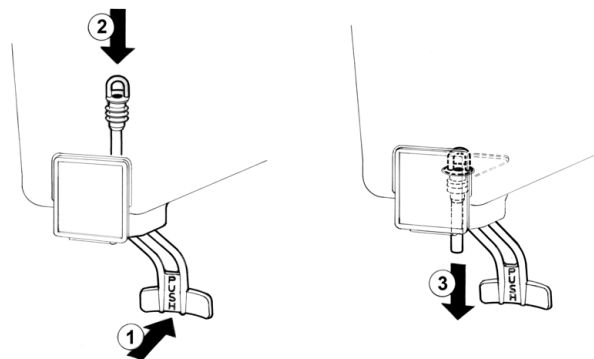

figure 6
2 **Robinet avec tube en caoutchouc:** Pousser (1) le levier de débit robinet et enfiler (2) le tuyau du robinet dans son siège sur le fond du réservoir. Tirer (3) doucement le tuyau vers le bas jusqu'à le bien placer (voir figure 6).